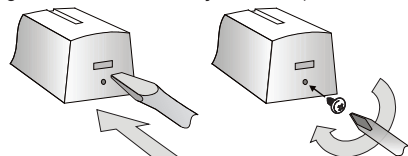

Fig. 2 Abertura da tampa do detector e fixação com parafuso
1. Abra a tampa do detector (puxando a aba - ver Fig. 2).